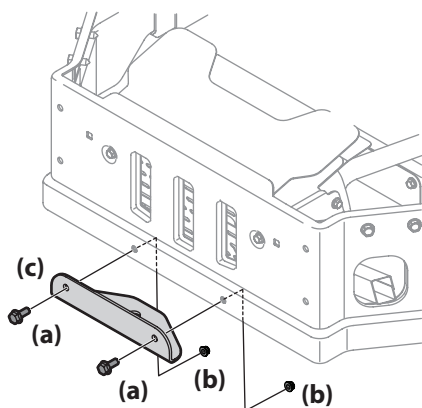

Figura 2-9
1. Extraiga los tornillos hexagonales con brida (a), las arandelas y las tuercas de seguridad con brida (b) que sujetan la ménsula de enganche (c) al paragolpes. Vea la Figura 2-9.